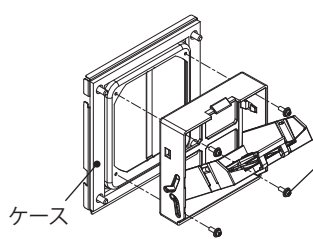

図6
① 本製品を SLS-17FR(C)・FSR のケースに、取付ねじ M4×12 にて固定してください。(図6)